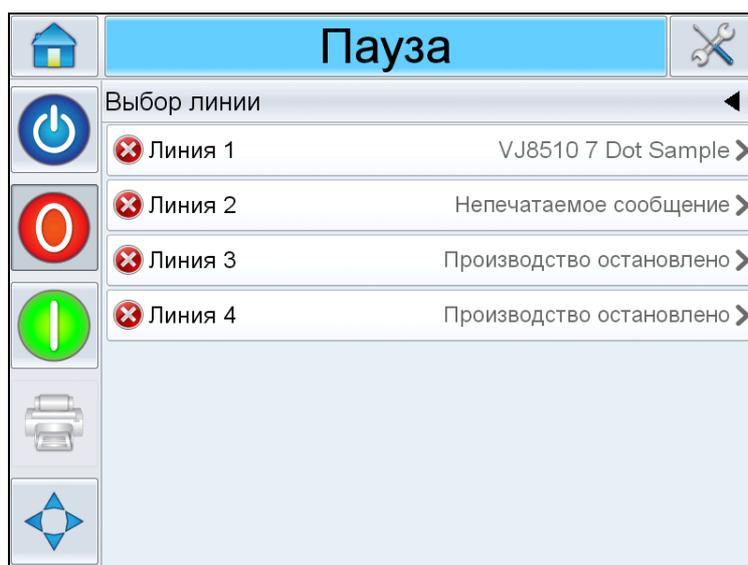

Рис. 6-28: Страница "Выбор линии"
- 4 Появится страница *Выбор линии* (Рис. 6-28 на стр. 6-25).